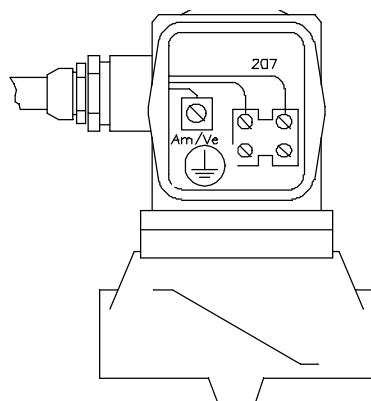

fig. 22
- Secure the plug to the electrovalve terminals and tighten the screws, refer to **fig. 22**.
- Fijar la conectora a los bornes de la electroválvula y apretar el tornillo, según **fig. 22**.
- Fixer le connecteur aux bornes de l'électrovanne et serrer la vis, voir **fig. 22**.